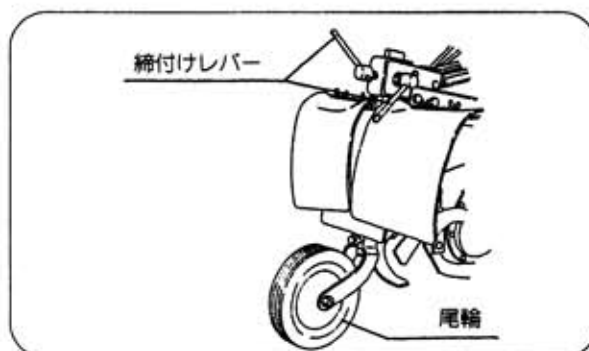

図26
- ① ハンドル締付けレバー(2ヶ所)をゆるめて尾輪の高さを調節します。(図26)